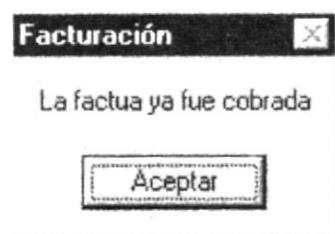

Figura 9.5 Mensaje de Información
- En caso de que dicha factura haya sido cobrada aparece el siguiente mensaje **Figura 9.5**.